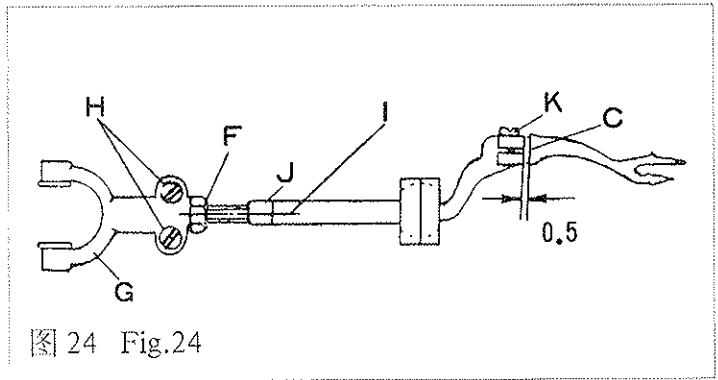

图 24 Fig.24
②前后位置调整(图24) 旋松钩线叉杆“I”后部调节螺母“F”两只螺钉“H”,转动钩线叉杆一周,使钩线叉随之产生前后方向的位移来达到上述要求。
③经上述调整,前后位置尚未达到最佳状态,可旋松钩线叉紧固螺钉“K”,微量移动钩线叉的前后位置以达到最佳状态。微量调节时钩线叉杆前端面与钩线叉轴肩“C”之间间隙不大于0.5毫米。
② The front and back position of thread hook (Fig.24)